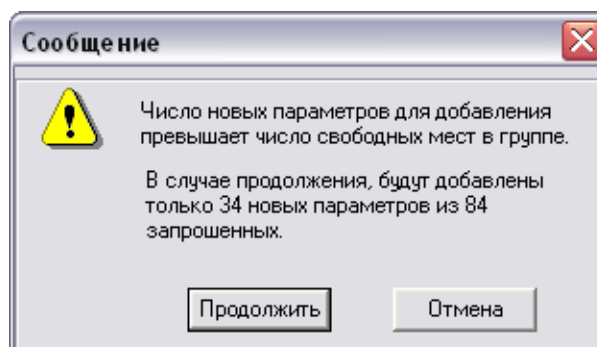

Рисунок 55
**ВНИМАНИЕ!** В ОДНОЙ ГРУППЕ МОЖЕТ СОДЕРЖАТЬСЯ НЕ БОЛЕЕ 40 ПОЗИЦИЙ ИЗМЕРЯЕМЫХ ХАРАКТЕРИСТИК (ДЛЯ ПРИБОРОВ МОДИФИКАЦИЙ «РЕСУРС-ПКЭ-Х.7-ХХ-Х» – НЕ БОЛЕЕ 50). ПРИ ПРЕВЫШЕНИИ ЧИСЛА ВЫБРАННЫХ ДЛЯ ДОБАВЛЕНИЯ ПАРАМЕТРОВ ПРОГРАММА ПРОИНФОРМИРУЕТ ОБ ЭТОМ СООБЩЕНИЕМ (РИСУНОК 55).